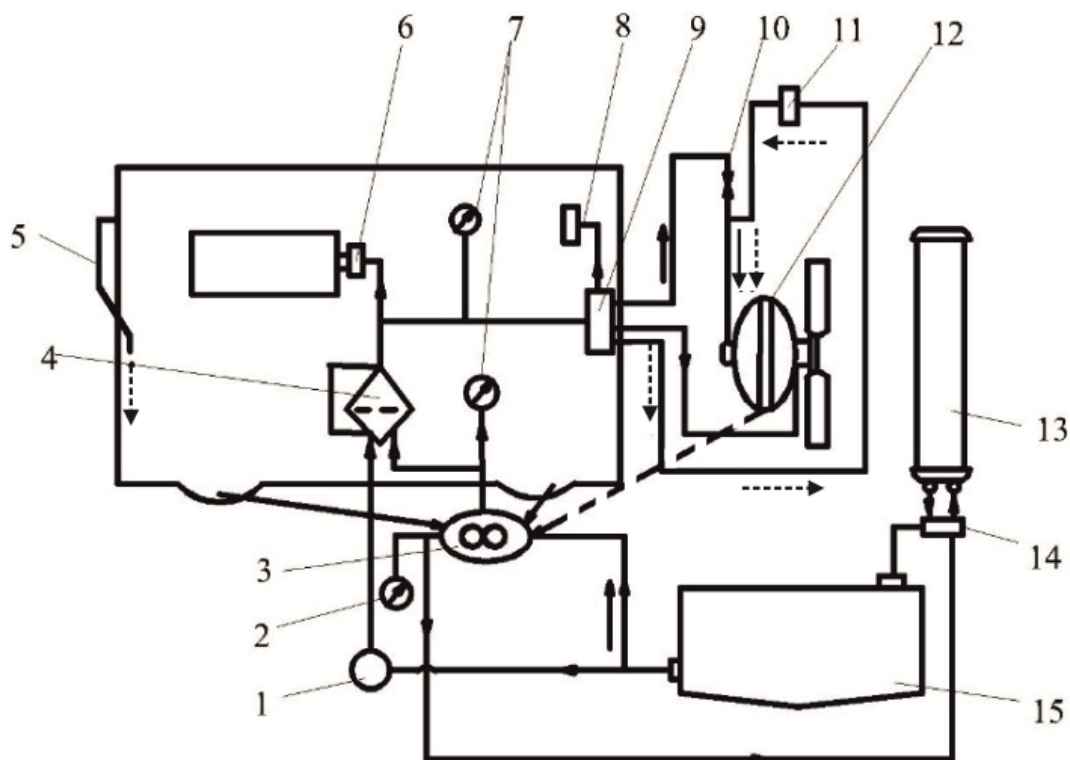

Рис. 4.6. Схема системы смазки:
Схема системы смазки дизеля изображена на рис. 4.6.
**Работа системы смазки.** Нагнетающая секция двухсекционного масляного насоса 3 (см. рис. 4.6) по маслопроводу засасывает масло из масляного бака 15 и подает его к масляному фильтру 4. Пройдя через сдвоенный полнопоточный масляный фильтр, масло под давлением подается в главную масляную магистраль внутренней системы смазки дизеля. Часть масла поступает от фильтра к гидромуфте вентилятора для смазки механизма.